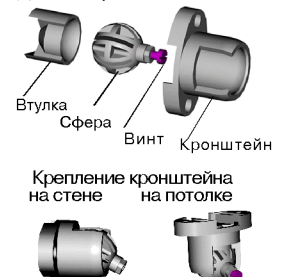

Рис. 3
- снимите крышку извещателя, отжав отверткой фиксатор, расположенный в нижней части основания извещателя (рис.3);
- снимите плату, отжав фиксатор платы извещателя (рис.3);
- вскройте отверстия, которые будут использоваться для прокладки проводов и крепления извещателя (рис.3), при использовании кронштейна – отверстия только для прокладки проводов;
- при креплении на кронштейне выверните винт из сферы, совместите квадратный выступ сферы с соответствующим пазом в верхней части основания извещателя (рис.3), вставьте винт в отверстие в верхней части основания и заверните, не затягивая;